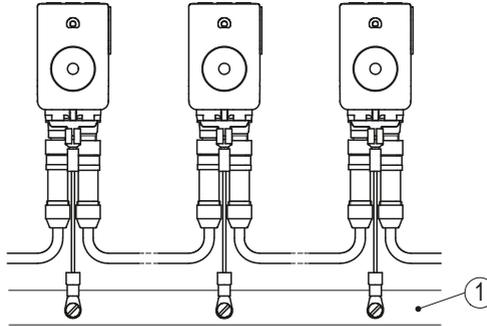

Abb. 5: PE-Schiene
Zum Schutz vor Störungen müssen die Schirme der Signalleitungen und Netzleitung beidseitig angeschlossen werden. Potentialunterschiede führen zu unzulässigen Strömen auf dem Schirm. Den PE Anschluss ③ zwischen den Anschlusssteckern auf das Schutzleiterpotential legen (siehe Abb. 4). Verwenden Sie dazu 6.3 mm Flachstecker mit kurzer Litze 2.5 ... 4 mm² (nicht im Lieferumfang). Bei mehreren Fernanzeigen wird empfohlen die Erdung auf eine PE-Schiene ① anzuschließen (siehe Abb. 5).